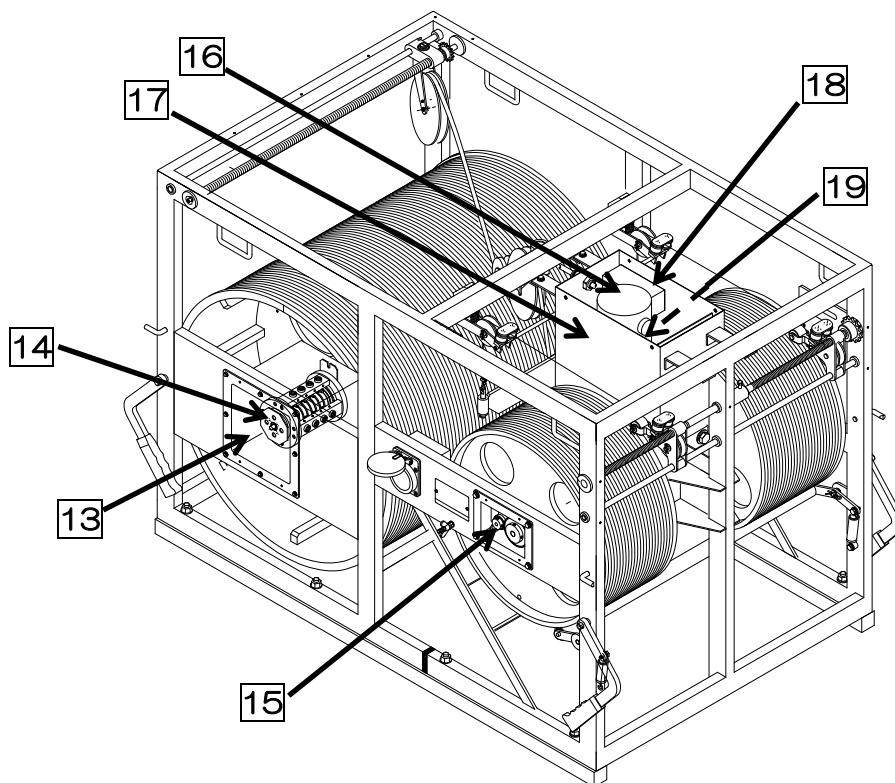

図 3.8 ウインチ（カバー無）
電気部品収納箇所（図 3.8 13、15、17）に浸水を確認した場合には、十分乾燥して下さい。
- 19 格納用リミットスイッチ（図 3.8 では見えません）